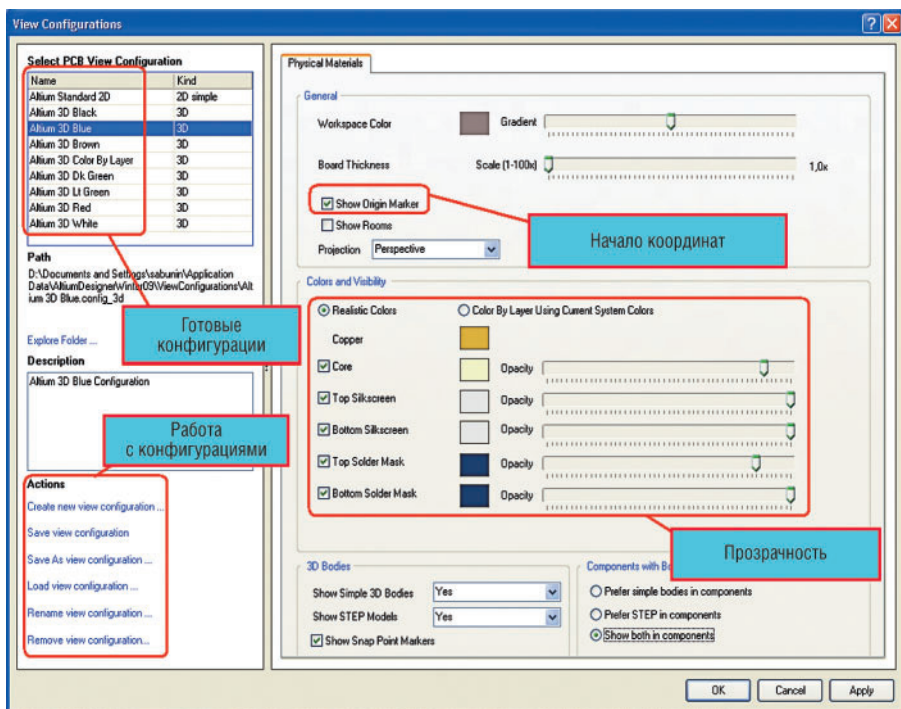

Рис. 7. Настройки отображения примитивов в режиме 3D
*Configuration*, которое вызывается нажатием клавиши L. В появившемся окне (см. рис. 7) можно выбрать один из готовых вариантов отображения платы в режиме 3D, приближенный к реальному виду. Также можно установить прозрачность для *Core* – подложки платы, *Top (Bottom) Silkscreen* – шелкографии на верхнем (нижнем) слое платы, *Top (Bottom) Solder Mask* – защитной маски на верхнем (нижнем) слое.